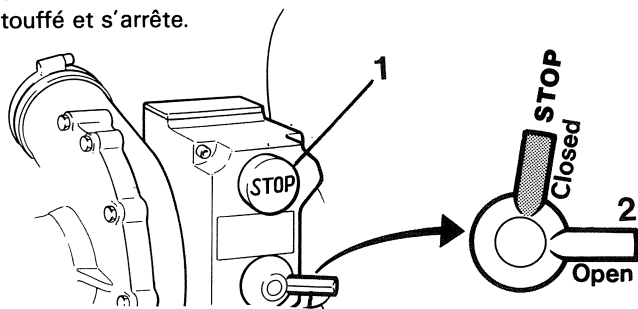

Fig. 41. Arrêt de secours sur le moteur
2. Levier pour le débranchement du système d'arrêt de secours. Tourner en position "Open". Voir fig. 41
5. Câble relié à la commande (4)